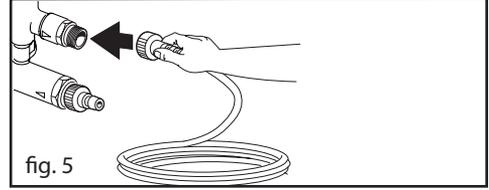

fig. 5
1. Yüksek basınç hortumunu makinanın yüksek basınç çıkışına bağlayın (fig. 5).